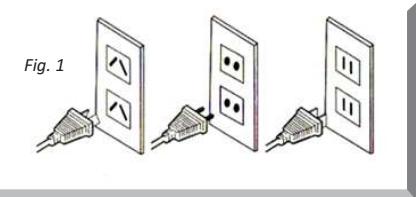

Fig. 1
- Las herramientas doblemente aisladas están equipadas con un enchufe polarizado. Este enchufe calzará solamente de una manera en una salida polarizada. Si el enchufe no calza completamente en la salida, gire el enchufe. Si aun así no calza, contacte a un electricista calificado para instalar la salida polarizada. No cambie el enchufe de ninguna manera. La doble aislación elimina la necesidad de un enchufe de tres patas con descarga a tierra y un sistema de provisión de potencia con descarga a tierra. (Vea fig. 1).